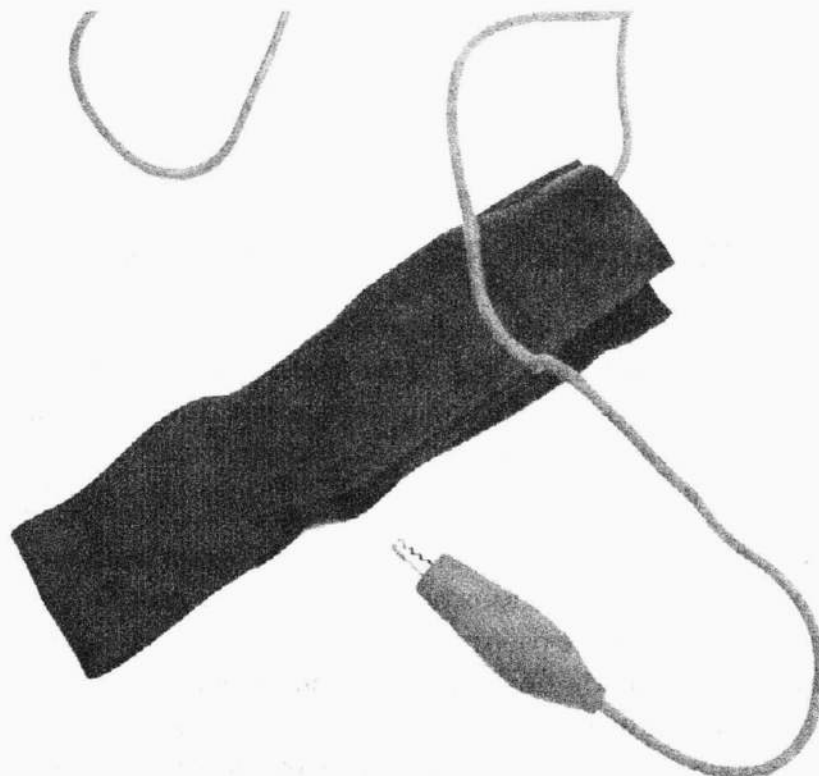

Рис. 2.1. Антистатический браслет значительно уменьшает или исключает вообще опасность электростатического разряда
- ✓ **Используйте заземляющий браслет.** В качестве дальнейшей меры, препятствующей уменьшению опасности появления статического заряда, при работе с электронными устройствами можно использовать антистатический наручный браслет. Такой браслет, подобный тому, что изображен на рис. 2.1, заземляет ваше тело, и тем самым препятствует накоплению на нем электростатического заряда. Вообще, это средство — самое надежное против электростатики, и при этом самое дешевое. Большинство таких браслетов стоят не более 5 долларов, и с лихвой окупают каждую потраченную копейку. Чтобы использовать браслет, нужно просто закатать рукав рубашки, снять все украшения, часы и другие металлические вещи, а затем обмотать браслет вокруг запястья и затянуть. Провод с защелкой на конце нужно присоединить к какому-либо предмету с потенциалом земли, как это поясняется в краткой инструкции, идущей в комплекте с браслетом.